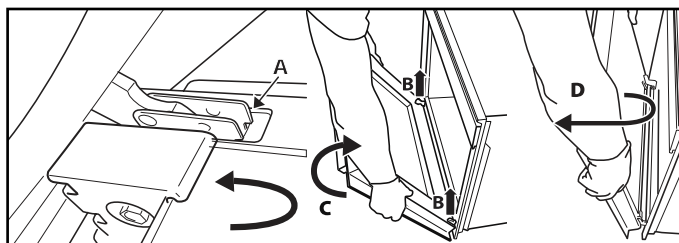

Fig. 2
3. Stäng ugnsluckan så långt det går (A), lyft den (B) och vrid den (C) tills den lossnar (D) (fig. 2).